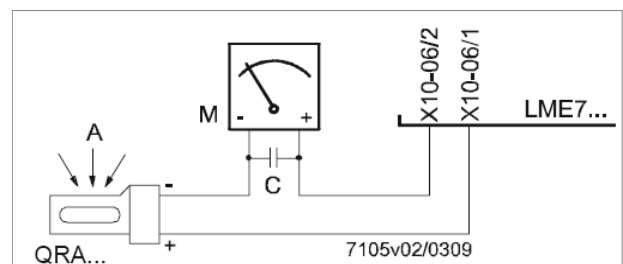

Fig. 4:
2. Desplazar el VD hacia adelante hasta el tope, fig. 4.